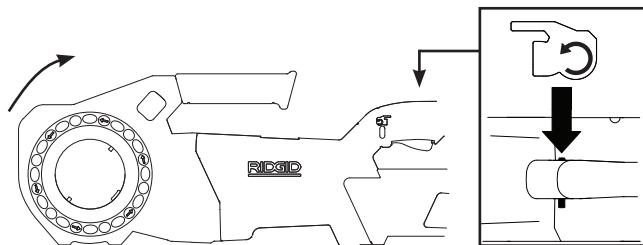

Abbildung 5A - Schalterstellung VORWÄRTS (im Uhrzeigersinn)
- Schieben Sie den Schiebeschalter Vorwärts/Rückwärts in die Position Vorwärts. Drücken Sie den EIN/AUS-Schalter und lassen Sie ihn wieder los. Vergewissern Sie sich, dass sich der Kraftantrieb in die richtige Richtung (*siehe Abbildung 5A*) dreht und beim Loslassen des Schalters anhält.